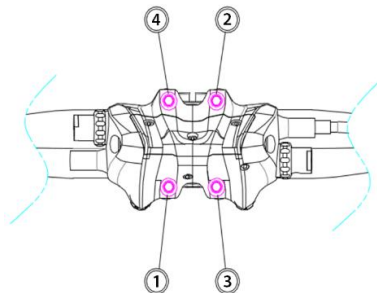

Figura E-1 Sequenza di serraggio
- Serrare i bulloni dell'attacco manubrio seguendo la sequenza indicata (**Figura E-1**), la coppia di serraggio è 6 Nm (**Figura E-2**)